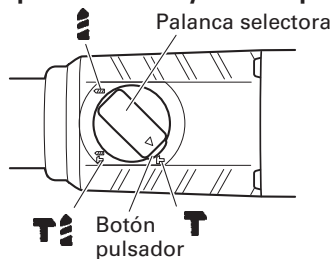

Fig. 12
Este martillo perforador podrá ajustarse al modo de percusión presionando el botón pulsador y girando la palanca selectora hasta la marca **T**. (Fig. 12)
- (3) Gire la palanca de cambio hasta la marca **T**. (Fig. 12)